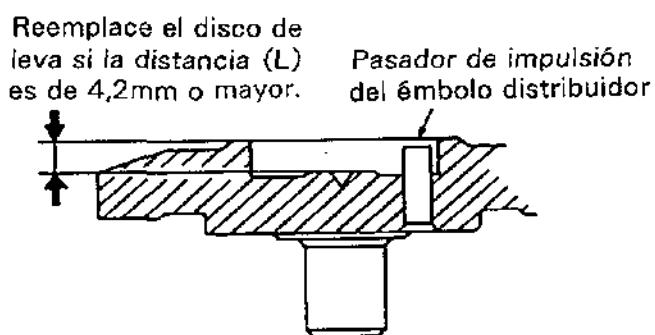

Figura.13-8 Comprobación de desgaste en el disco de leva
(3) El pasador de impulsión del émbolo distribuidor, situado en el disco de leva, debe ser redondo. Cuando se forma una superficie plana en el pasador, deberá reemplazarse el disco de leva. (Vea la figura.13-8) Un pasador desgastado causará problemas en la variación de tiempo de inyección.